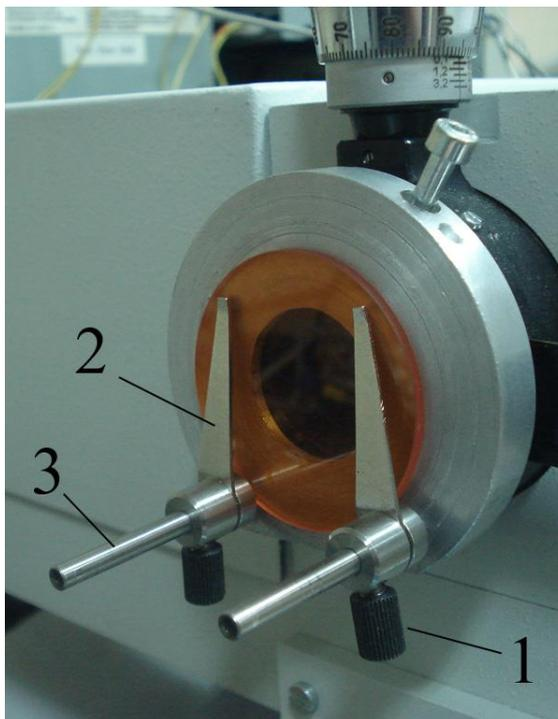

Рис. 8. Держатель светофильтра с установленным оранжевым фильтром.
3. Установите светофильтр №1 на входную щель монохроматора. Для этого ослабьте винты 1 (рис. 8), поставьте фильтр ребром на направляющие 3 и, придерживая его рукой, придвиньте одну из лапок 2 так, чтобы она касалась поверхности фильтра, и зажмите винт 1; повторите операцию со второй лапкой. (Запрещается вынимать и устанавливать светофильтры с прижатыми лапками – при этом происходит растрескивание края фильтра).